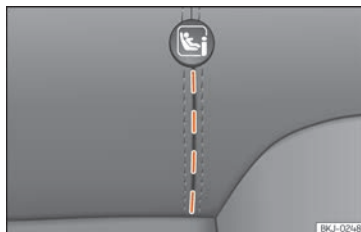

Fig. 37 Asiento trasero: ranuras troqueladas.
- Proceda previamente a la apertura manual del troquelado situado detrás de las ranuras marcadas para tener acceso a las argollas de sujeción » **fig. 37**.